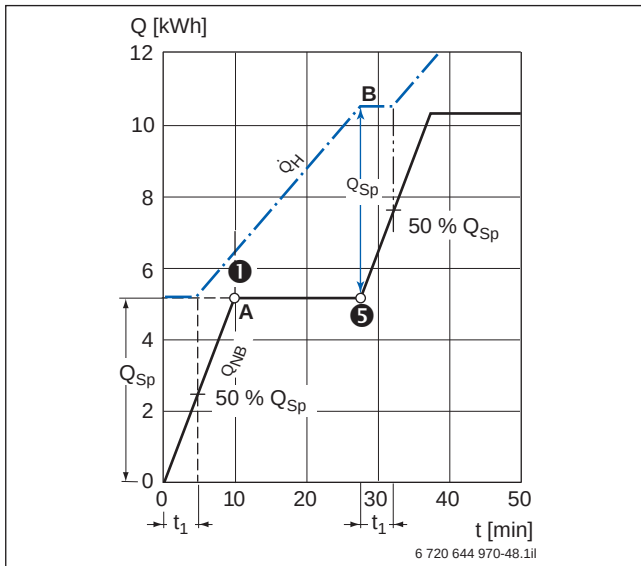

Bild 56 Ermittlung der theoretischen Speicherkapazität bei gegebener Wärmeleistung
Mindestforderung ist dabei, dass der Speicher zu Beginn eines Spitzenbedarfs vollständig durchgeladen zur Verfügung steht. Im ungünstigsten Fall kann der Speicher fast bis auf die Positionslinie des Temperaturfühlers entleert sein. Die Totzeit t_1 ist dann zwar sehr kurz, aber es sind auch nur ca. noch 50 % der Speicherkapazität verfügbar (→ Bild 56, Seite 81). Das ist der Grund, warum zur Bedarfsdeckung im Einfamilienhaus Speichergrößen bis zu 200 Liter standardmäßig verwendet werden.
Da der kurzzeitige Spitzenbedarf vollständig zu bevorraten ist, sind komplexe Bedarfsprofile über längere Zeiträume das eigentliche Anwendungsgebiet des Wärmeschaubildes. Zu berücksichtigen ist auch die Totzeit Speicher t_1 (→ Bild 56, Seite 81). Die Totzeit Kessel t_2 hat durch die ständige Temperaturbereitschaft in der Heizperiode meist keine Bedeutung.
Ausgehend von dem Bedarfsfall des Wannenbades (→ „Grafische Darstellung im Wärmeschaubild“, Seite 76) und der Notwendigkeit der vollständigen Bevorratung lässt sich das Wärmeschaubild (→ Bild 56, Seite 81) entwickeln. Daraus ist zu entnehmen, dass der Speicher rund 28 Minuten nach Zapfbeginn ⑤ wieder mit seiner vollen Kapazität zur Verfügung steht. Es können somit in diesen Zeitintervallen die gleichen Bedarfe beliebig häufig wiederholt werden. Sie benötigen allerdings jeweils die volle Kesselleistung.
Zum Zeitpunkt A (→ Bild 56) besteht eine positive Speicherkapazität, wobei aber nicht erkennbar ist, ob sie auch von brauchbarer Temperatur ist.
Bei 100 Liter Volumen ist der Speicher nach 10 Minuten vollständig entladen. Das nun austretende Warmwasser hat die Temperatur 30 °C, falls die Wärmeleistung sofort zu Beginn der Zapfung verfügbar war. Sie ist entsprechend niedriger, wenn eine Totzeit t_1 wirksam ist (→ Bild 56).
Die positive Kapazität von ca. 1,2 kWh zum Zeitpunkt A (→ Bild 56) entspricht einer Temperaturerhöhung um $\Delta\vartheta_{WW} = 10 \text{ K}$ und damit einer Zapftemperatur $\vartheta_{WW} = 20 \text{ °C}$. Im vorliegenden Fall ist das ohne Nachteil, da nach der Spitzenentnahme kein Bedarf vorliegt und der Speicher wieder geladen wird.
In allen anderen Fällen sollte der Speicher zu keinem Zeitpunkt unter die Minimalkapazität Q'_{Sp} absinken. In Anlehnung an die Grundformel 65 (→ Seite 156) sind das im betrachteten Fall (→ Bild 56):